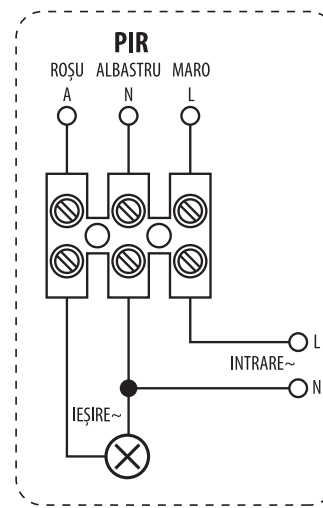

Fig. 2
- Conectați cablul de alimentare la borna senzorului (Fig.2).